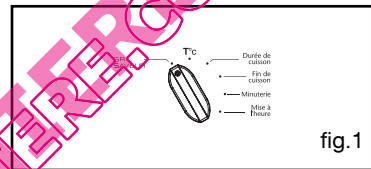

fig.1
- Positionnez le sélecteur de programme sur la position "GRIL SAVEUR" (fig.1), la durée de cuisson clignote à 0h05 (cette valeur de durée correspond au temps minimum nécessaire pour activer la fonction "GRIL SAVEUR" dans la séquence de cuisson choisie).
- Appuyez pendant quelques secondes sur le bouton de réglages jusqu’à l’affichage de  (fig.1).
- Appuyez pendant quelques secondes sur le bouton de réglages jusqu’à l’affichage de  . Votre afficheur est verrouillé (fig.1).